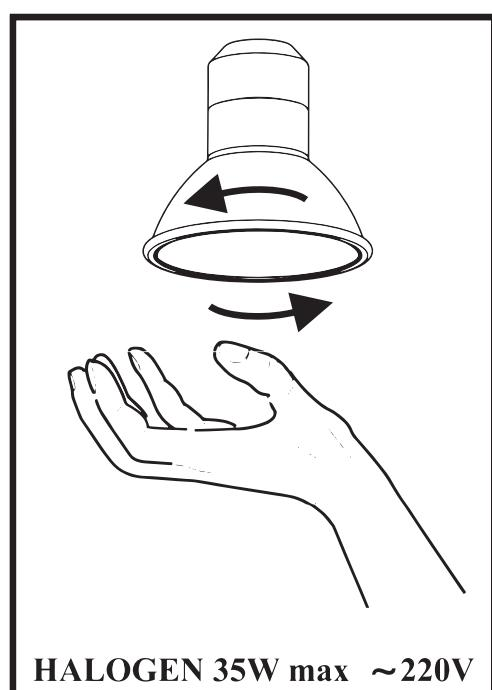

Рис.7
8.9 На витяжці встановлені **HALOGEN** лампи підсвітки робочої зони плити. Перед початком заміни ламп освітлення необхідно відключити витяжку від електромережі, дати можливість охолонути лампам. Для заміни лампи необхідно зняти фільтри, віджати тримач патрона на себе, щоб лампа вийшла з корпусу витяжки, утримуючи тримач патрона, злегка надавити на лампу в напрямку патрона і, повернувши її проти годинникової стрілки, вийняти (**рис.7**). Замість неї необхідно встановити нову з тими ж характеристиками і встановити фільтри.